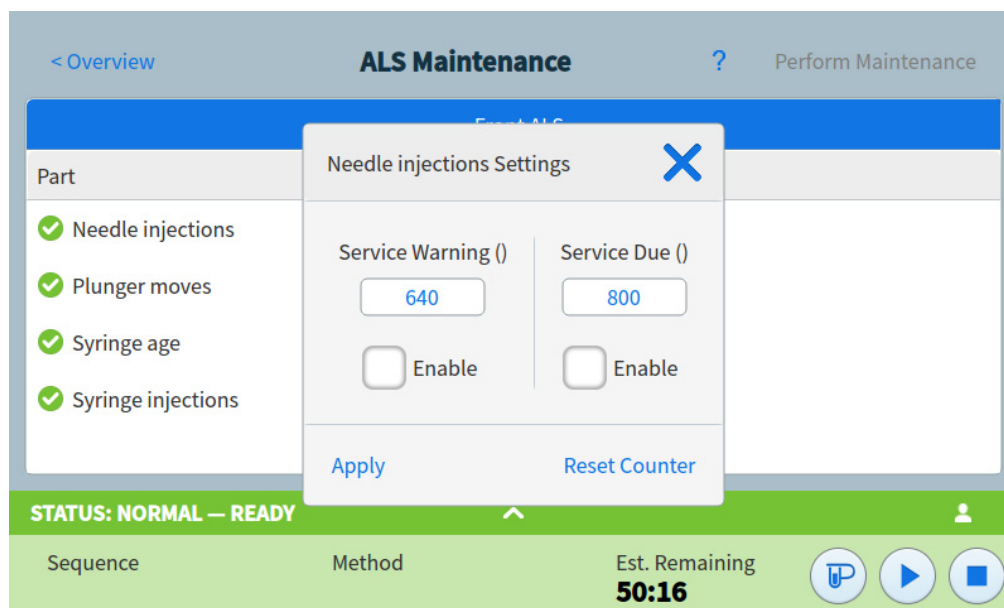

Figure 35. Boîte de dialogue Paramètres
- 2 Sélectionnez la liste Composant du compteur que vous voulez modifier. Voir **Figure 35**.